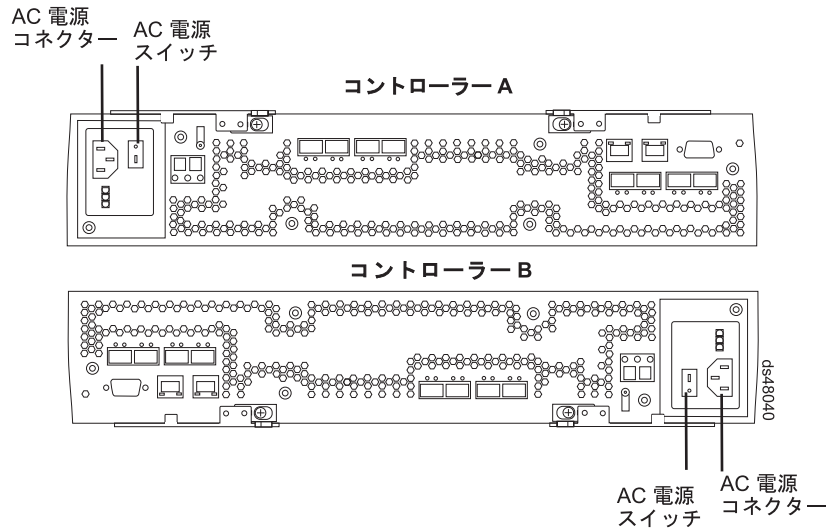

図 74. コントローラー上の AC 電源スイッチ
5. ストレージ・サブシステムの各コントローラーの背面にある AC 電源スイッチをオンにします。126 ページの図 74 は、コントローラー上の AC 電源スイッチの位置を示しています。